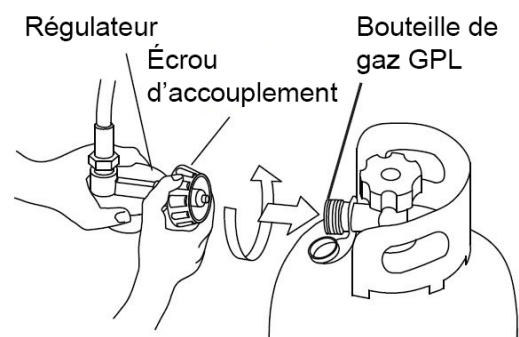

Figure 2
2. Raccorder la bouteille de propane, insérer le raccord du régulateur dans le robinet de la bouteille, tourner l'écrou du raccord dans le sens horaire et le serrer fermement (Figure 2).